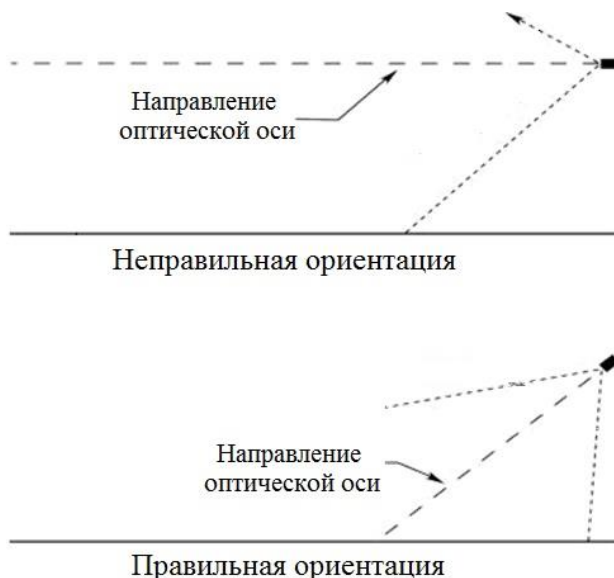

Рисунок 4.5 – Установка термокожуха с ИК-подсветкой по отношению к горизонту
4.5.3 ИК-подсветку рекомендуется нацеливать на объект по нисходящей под углом к горизонту, по крайней мере,  $10 - 20$  градусов (рис. 4.5). Такая установка предотвращает скопление влаги на смотровых окнах.